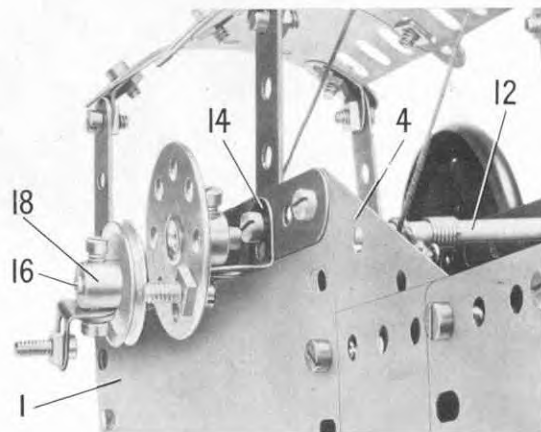

Fig. 4.19a
La corde de levage est attachée sur une tringle (16), passe autour de la tringle (13) et d'une tringle de 25 mm. (17) et elle porte un petit crochet lesté. On peut commander la tringle (16) grâce à une équerre fixée sur une poulie de 25 mm. (18) (fig. 4.19a). Deux rondelles métalliques sont glissées sur le corps d'un boulon qui passe ensuite dans l'équerre, et est bloqué dans le moyeu de la poulie. Un boulon de 9,5 mm. est tenu par un écrou sur l'équerre.